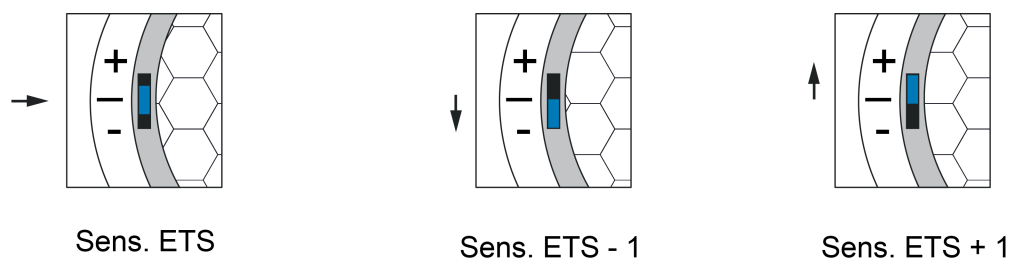

Bild 13: Einstellbereiche des Empfindlichkeitseinstellers am Gerät (-1 <-> 0 <-> +1)
- (4) Programmier Taste (rot)
- (7) Einsteller zur manuellen Empfindlichkeitskorrektur (blau)
Die Empfindlichkeit der Bewegungserfassung, die ein Maß für die Reichweite der PIR-Auswertung ist, kann getrennt für die PIR-Sektoren A, B und C in der ETS parametrierbar sein und ist darüber hinaus vor Ort am Gerät nach der Inbetriebnahme veränderbar. Hierzu verfügt das Gerät über den Einsteller (7), der das Verändern der parametrierbaren Empfindlichkeitseinstellung aller PIR-Sektoren ermöglicht. Die Empfindlichkeit kann durch den blauen Schalter um maximal eine Stufe verringert oder erhöht werden (Bild 13).